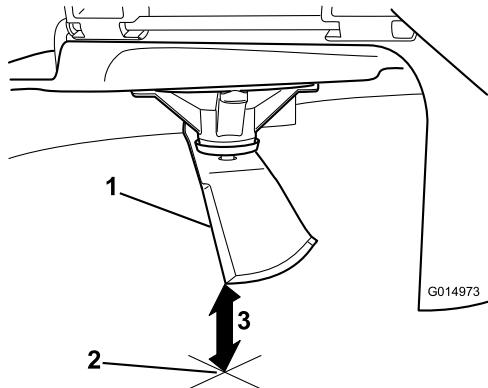

Figura 59
5. Mida desde la punta de la cuchilla hasta la superficie plana (Figura 59).